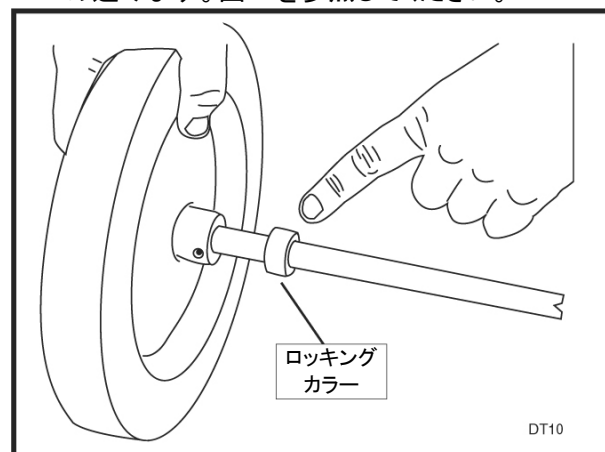

図 2
11. ロッキングカラーをシャフトに取り付け、シャフトをベアリングとトレイに通します。もう一方のロッキングカラーをシャフトに取り付けます。図 2 を参照してください。ポンチを使用して、ロッキングカラーを締め付け、次に止めねじを締め付けます。反対側も同様に作業します。